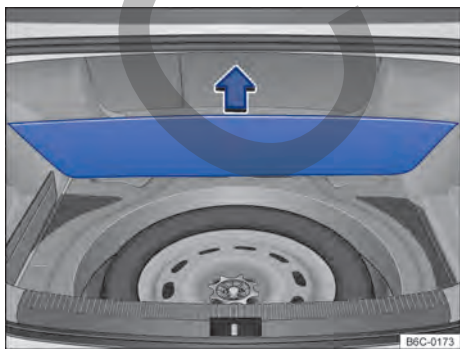

Fig. 173 En el maletero, por debajo del revestimiento del piso: rueda de emergencia y herramientas de a bordo.
Las herramientas de a bordo y la rueda de emergencia están ubicadas en el maletero, debajo de la alfombra → fig. 173.
- Levantar el revestimiento del maletero → fig. 173.